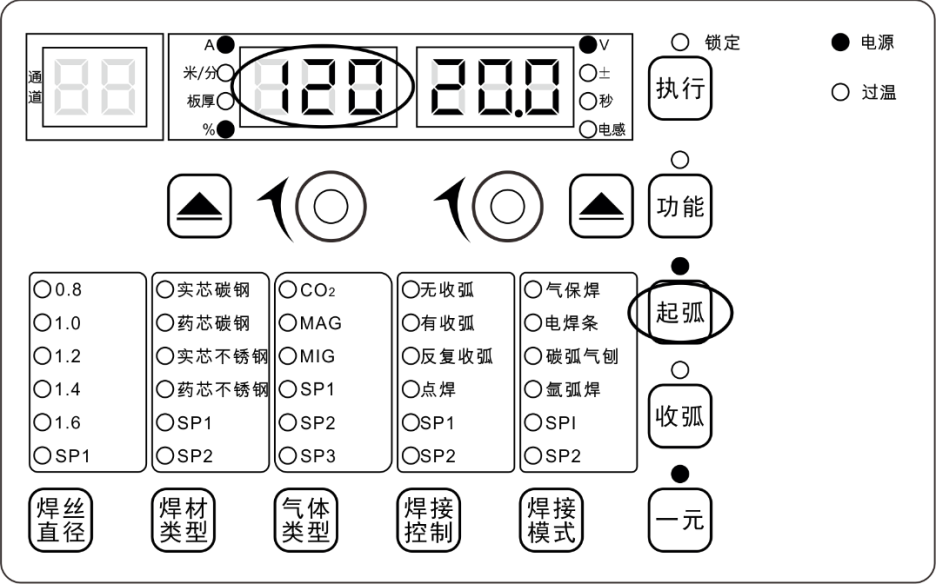

图3-10 起弧参数百分比设置界面
1. 短按起弧参数键，起弧参数指示灯和“%”指示灯点亮时，进入起弧参数设置，如图 3-10 所示；